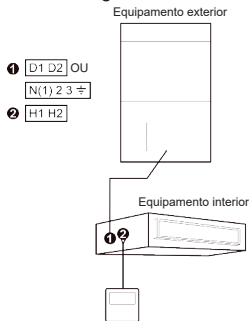

Fig. 5.4 Um controlador por cabo controla um equipamento interior
- (1) Os métodos de cablagem nas figs. 5.4 e 5.6 podem ser utilizados para o controlador por cabo que liga os equipamentos agrupados. O cabo de comunicação entre dispositivos deve ter 8 m de comprimento.
- (2) Os métodos de cablagem nas figs. 5.4 e 5.5 podem ser utilizados para o controlador por cabo que liga o equipamento VRF. O cabo de comunicação entre dispositivos deve ter, em média, 15 m de comprimento.
- (3) Apenas os métodos de cablagem na fig. 5.4 podem ser utilizados para o controlador por cabo que liga o equipamento tipo conduta grande ou equipamento incluído refrigerado a ar, ou seja, um controlador por cabo pode controlar apenas um equipamento interior, não pode controlar vários equipamentos interiores de sistemas diferentes.
- (4) Quando um controlador por cabo controla múltiplos equipamentos interiores em simultâneo, o controlador por cabo pode ligar-se a qualquer um dos equipamentos interiores, desde que estes pertençam sempre à mesma série. O total de equipamentos interiores controlados pelo controlador por cabo não pode exceder os 16, e todos os equipamentos interiores ligados devem estar na mesma rede. O controlador por cabo deve definir a quantidade de equipamentos interiores controlados em grupo. Consulte 5.2.2 Configuração dos parâmetros.
- (5) O terminal do controlador por cabo é não-polarizado e não pode ser ligado a uma corrente elétrica forte.